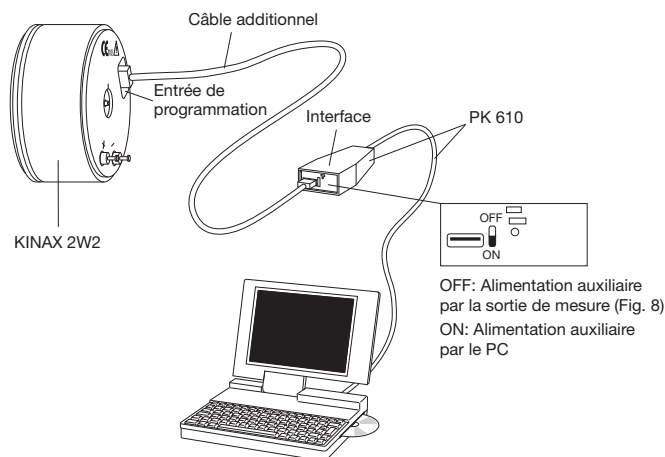

Fig. 4
Les convertisseurs de mesure pour angle de rotation KINAX 2W2 n'ont pas besoin d'un marquage du point mécanique de zéro (peut toutefois être prévu sur demande du client). Il peut, après le montage, être ajusté à n'importe quelle position et ensuite être fixé à l'aide du logiciel 2W2. L'utilisation du logiciel de configuration 2W2 ne nécessite pas le raccordement du KINAX 2W2 à une alimentation auxiliaire (Fig. 4: commutateur AUX du PK 610 sur ON).
1. Monter le convertisseur d'angle de rotation et le connecter mécaniquement à l'objet à mesurer. Raccorder le KINAX 2W2 selon Fig. 4 à l'équipement de programmation. Démarrer le logiciel 2W2. Configurer, si nécessaire, le convertisseur avec les caractéristiques désirées.